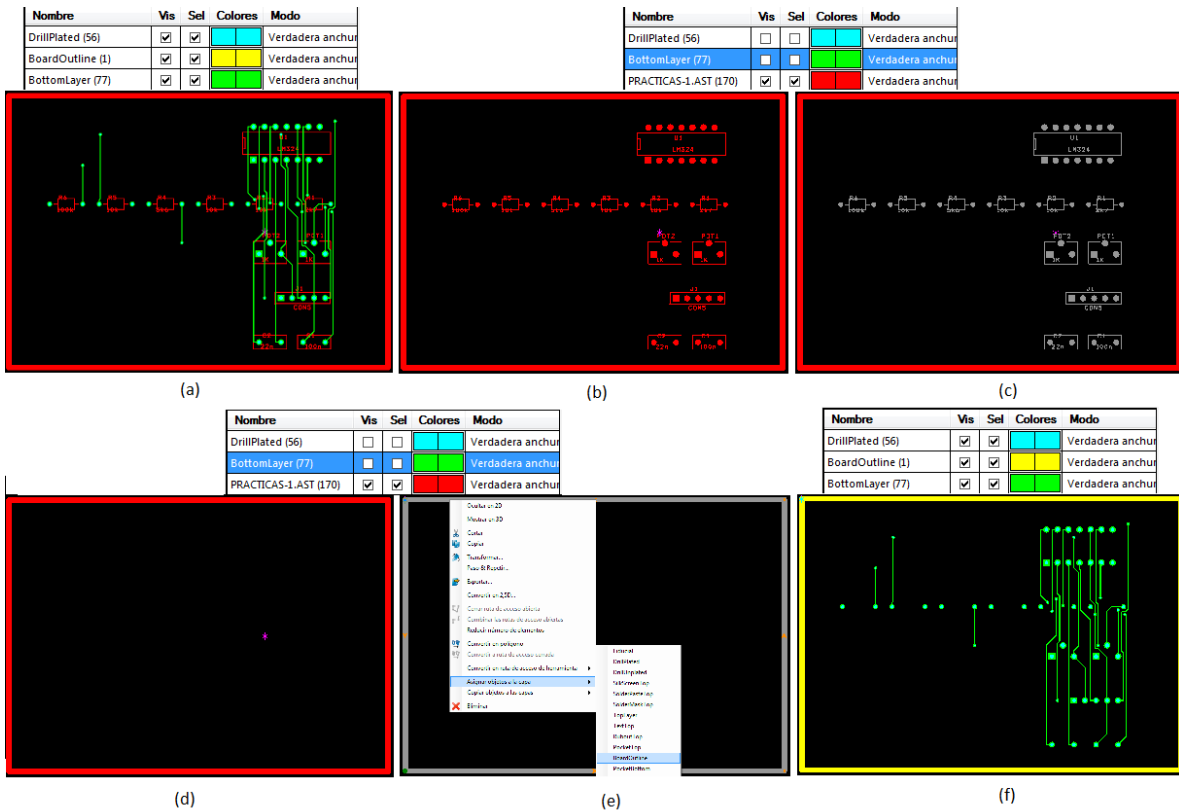

FIGURA 46
2. Del contenido del fichero *.AST eliminar la imagen de los componentes, dejando solamente el borde exterior de la placa y asignar éste a la capa "BoardOutline". En la Figura 46 vemos la secuencia de eventos que conforman esta operación: